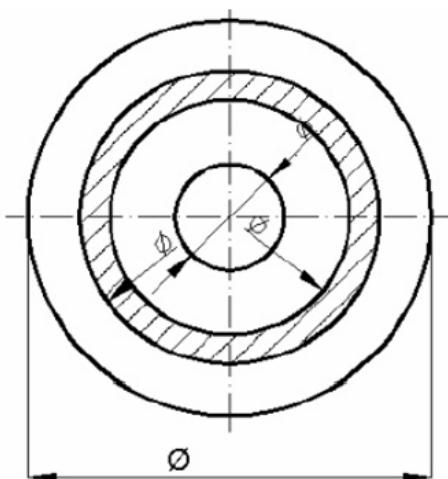

Fig. 10
- $\emptyset$  – пишется перед размерным числом во всех случаях, когда указан размер диаметра, кроме размеров резьбы; символ  $\emptyset$  пишется таким образом, чтобы окружность имела диаметр, равный примерно 5/7 номинальной высоты цифр, а линия, имеющая такой же наклон, как и размерные цифры, проходила через центр окружности и выходила за пределы окружности обоими концами до высоты цифр (Рис. 10).